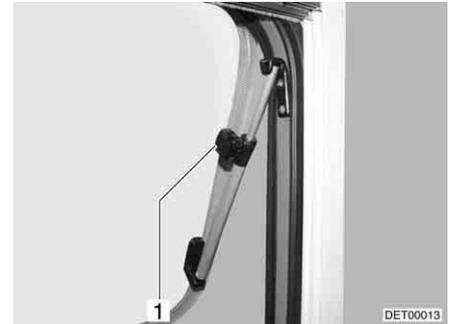

Bild 83 Dachhaube mit Dreh-Ausstellern, geöffnet
- Dachhaube bis zur gewünschten Stellung öffnen und mit Rändelknopf (Bild 83,1) feststellen.
- Rändelknopf (Bild 83,1) drehen, bis Arretierung freigegeben wird.